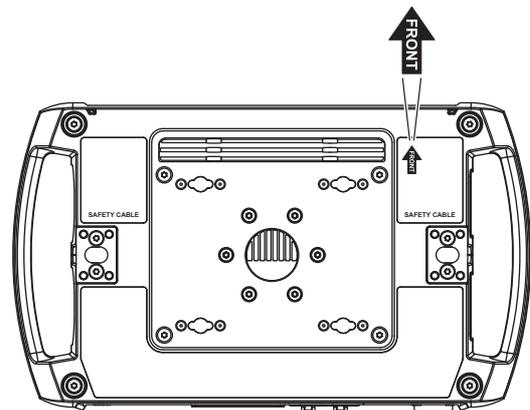

Bild 5: Markierung der Vorderseite
4. Sperren Sie den Bereich unterhalb des Arbeitsbereichs ab. Siehe Bild 5. Befestigen Sie das Gerät von einer stabilen Plattform aus so, dass der Pfeil **FRONT** an der Basis zur zu beleuchtenden Fläche hin zeigt. Ziehen Sie die Klemmen fest.